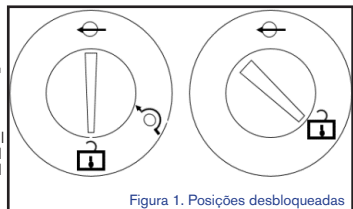

Figura 1. Posições desbloqueadas
Passo 1: rode o botão de bloqueio para a posição de desbloqueio, conforme mostrado na figura 1. O AbCan pode agora ser encaixado na máquina.